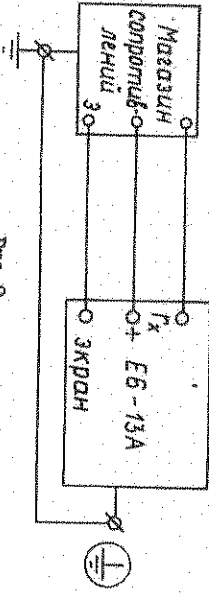

Рис. 9
12.3.3.1. Определение основной погрешности произведите на поддиапазонах 10^5 , $3 \cdot 10^5$, $3 \cdot 10^6$ и 10^7 Ом на всех циклоных отметках шкал. На остальных поддиапазонах погрешность определите на конечных циклоных отметках шкал, а также на поддиапазонах, где определены наибольшая и наименьшая погрешности (наибольшая погрешность и отрицательная погрешность), путем сравнения показаний компьютерного прибора со значением образцовою меры по схеме соединений, приведенной на рис.9.